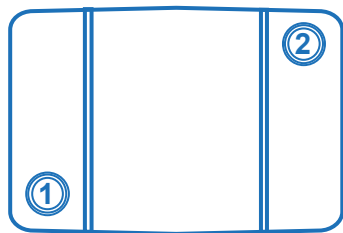

**Рис.63.** Настройка суммарной шкалы для вычисления среднего значения двух датчиков шкалы
- на рис. **Рис.63** приведен пример настройки суммарной шкалы, показывающей уровень в баке по показаниям двух датчиков, установленных в этот бак. Итоговый уровень является средним значением показаний двух датчиков – Датчика 1 и Датчика 2.